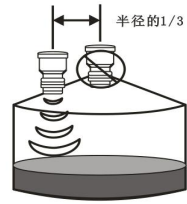

图 3
(3) 探头可以选择用法兰或是标准的 M60×2 螺纹安装（安装接口与实物为准）。无论是法兰安装或是螺纹安装，或是有无选择锥筒，应该保证探头的底部突出过程接口的底部。图 3 说明了正确的安装方法。